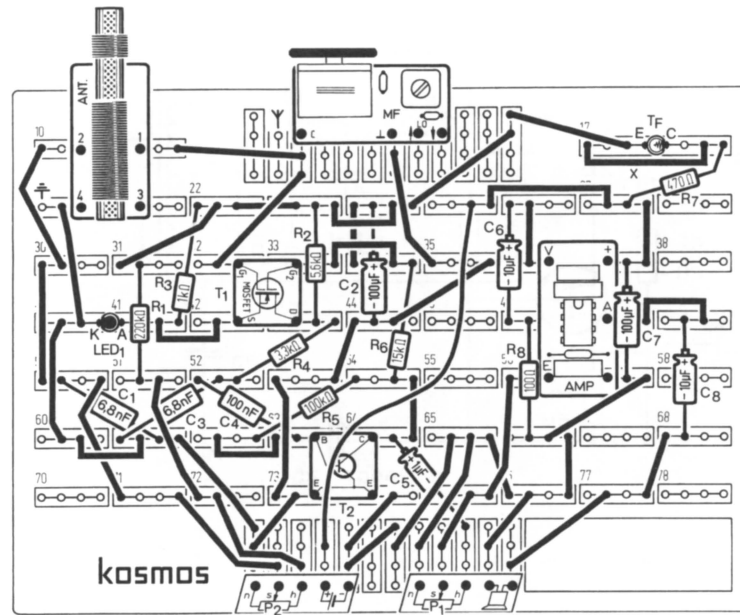

Bild 204. Aufbau zu Schaltung 203.
Selbstverständlich kann auch der MOSFET die Arbeit der Gleichrichtung übernehmen (Bild 204). Dazu arbeitet er nicht mehr wie bisher als reiner Hochfrequenzverstärker, sondern sein Arbeitspunkt wird jetzt so eingestellt, daß er nur die positiven Halbwellen der Hochfrequenz durchläßt und entsprechend verstärkt. Da dazu die G1-Spannung geringfügig negativer als die Source-Spannung sein muß, „klemmen“ wir die Source-Spannung auf einen festen Wert mit LED1. An Source liegt damit immer die Schwellenspannung der Leuchtdiode. Die Drahtbrücke X bleibt zunächst eingesteckt. Mit P2 wird der Arbeitspunkt eingestellt. Tip: Zunächst auf etwa „3...4“ einstellen. Das RC-Glied R4/C3 läßt nur die AF(NF) passieren und führt sie der Basis von T2 zu. T2 arbeitet als reiner AF-(NF-)Verstärker. Diese Schaltung wird
Wir suchen uns mit dem Aufbau nach Bild 204 einen lautstarken Sender. Die kleine, scheinbar getrennte Wicklung auf unserer Ferritantenne entspricht nicht etwa der kleinen Spule mit den Anschlüssen 3 und 4 im Schaltbild 203, diese kleine Wicklung ist vielmehr ein Teil der großen Spule. Je nachdem, ob sie dicht an die große Wicklung herangeschoben ist oder weiter von ihr entfernt wird, verändert sich die Induktivität dieser kleinen Wicklung und damit die Gesamtinduktivität zwischen den Anschlüssen 1 und 2. Wir schieben die kleine Wicklung an das äußerste Ende des Ferritstabes. Dadurch verstimmt sich die Resonanzfrequenz des Schwingkreises zu höheren Frequenzen hin. Um den gleichen Sender wieder scharf zu empfangen, müssen wir zum Ausgleich den Drehko weiter hinein, d.h. zu größeren Kapazitätswerten hin drehen. Wird dagegen die kleine Spule ganz dicht an